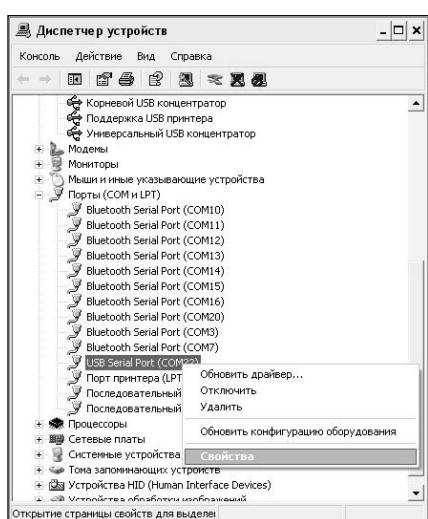
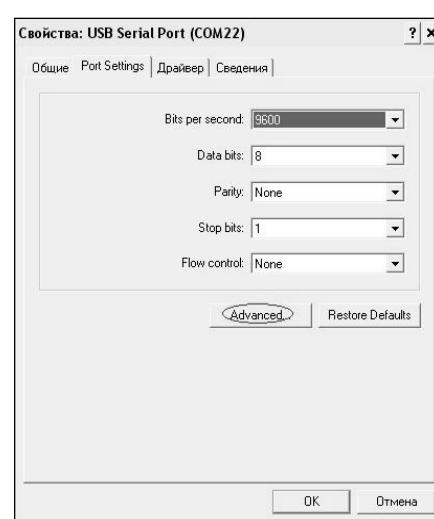
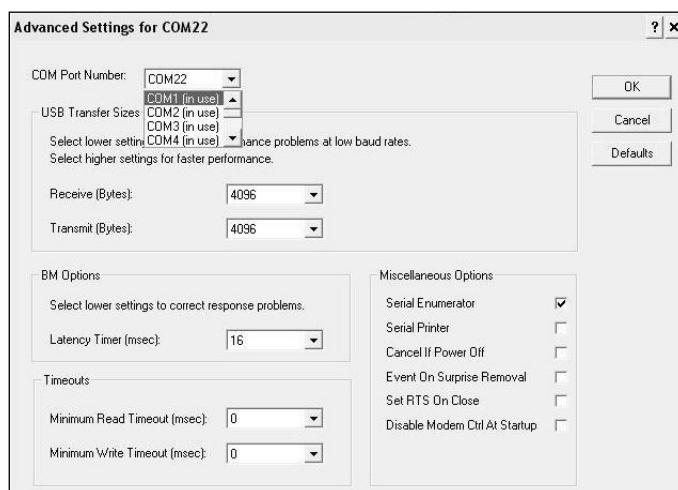

Рисунок 2.4 – Окно диспетчера устройств
Рисунок 2.5 – Окно свойств USB-порта
Рисунок 2.6 – Дополнительные настройки драйвера.
– найти строку «USB Serial Port (COM№)», в скобках указан номер COM-порта, если номер в скобках «1» настройка завершена - ничего менять не нужно, если номер не «1» необходимо вызвать окно свойств «USB Serial Port (COM №)» (правой клавишей мыши щелкнуть по строке USB Serial Port (COM №) и выбрать пункт меню «Свойства») (рисунок 2.4), перейти на вкладку «Параметры Окна», нажать кнопку «Дополнительно» (рисунок 2.5) и в выпадающем списке «Номер Com- порта» выбрать «COM 1» (рисунок 2.6), нажать кнопку «OK».